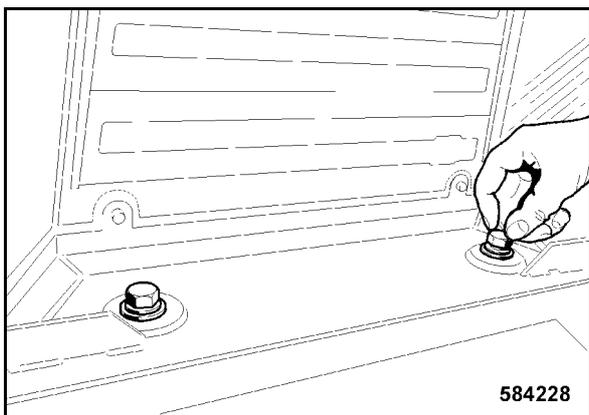

Рис. 211
- Ввинтить рукой оба крепежных винта (Рис. 211) в заднюю часть кабины.